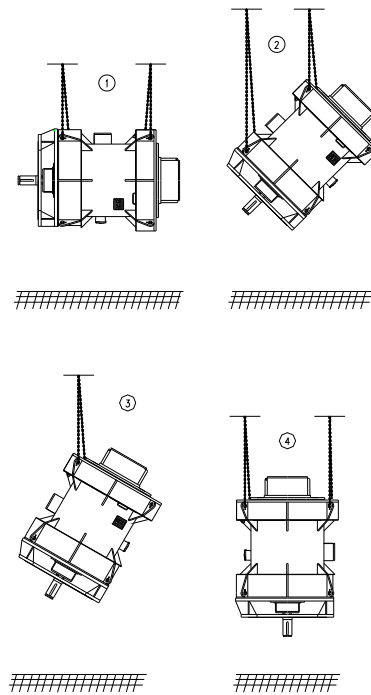

图 3.2: 电机定位
立式电机的驱动端 (DE) 和非驱动端 (NDE) 都配有吊环。某些电机采用水平位置运输,因此需要移动到初始位置。图 3.2 显示了如何将电机从水平位置移动到垂直位置,反之亦然。